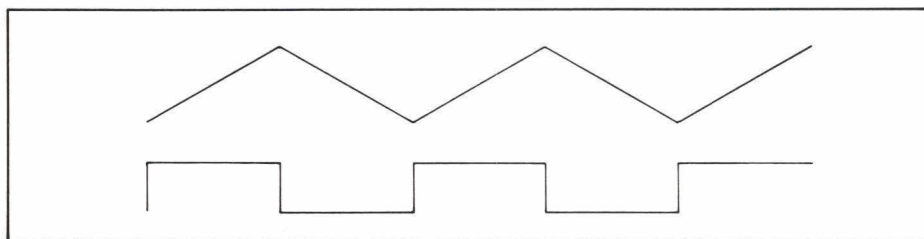

Fig. 3. De driehoek- en blokvormige spanning, gegenereerd door de SLF.
2) een symmetrische driehoekgolf. Zie fig. 3 en tabel 1.